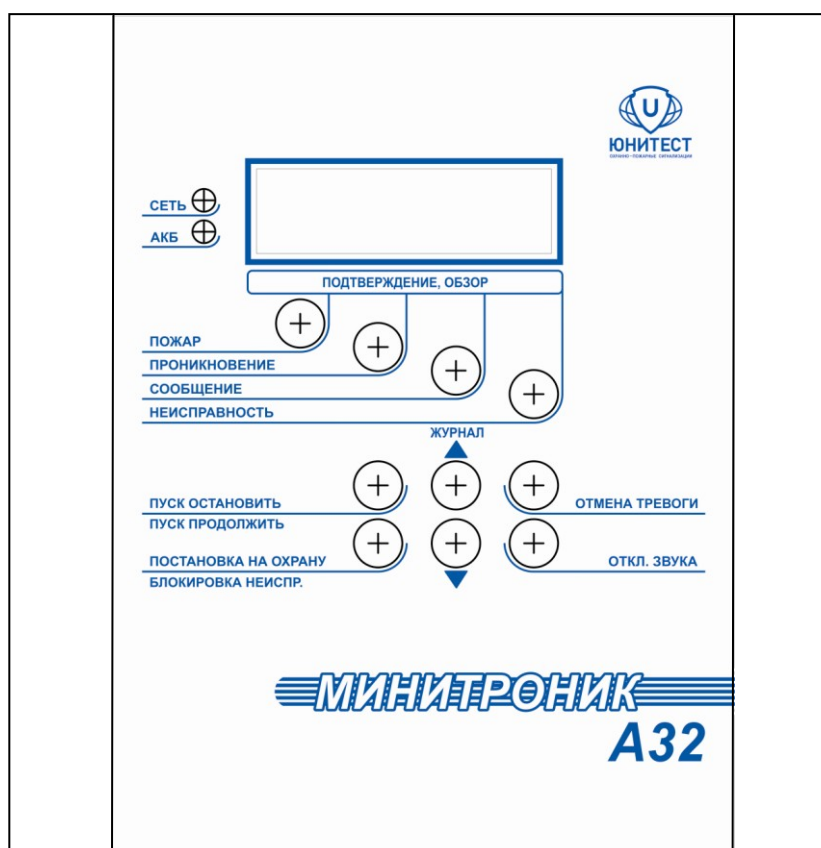

Рис.1. Органы управления и индикации АПКП «Минитроник А32».
2.6. Органы управления и индикации АПКП показаны на рис.1.